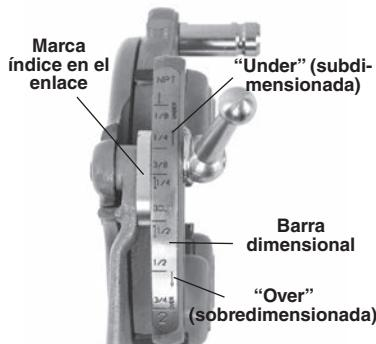

Figura 12 – Ajuste del tamaño de la rosca
3. Empiece con la marca índice de la conexión alineada con la marca del tamaño deseado en la barra dimensional. Si se trata de cabezales para pernos, fije la marca del enlace para alinearla con la línea en la barra dimensional. Para roscar pernos, coloque todas las terrajas para pernos alineadas con la línea BOLT (perno) en la barra dimensional (*Figura 12*).